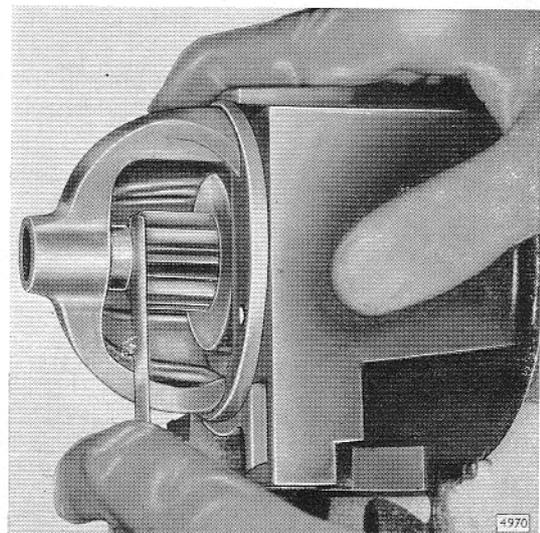

Bild D 81 - Ritzelspiel prüfen
16. Ritzelspiel prüfen (Bild D 81). Das Ritzelspiel soll 0,25 bis 3,55 mm betragen. Wird